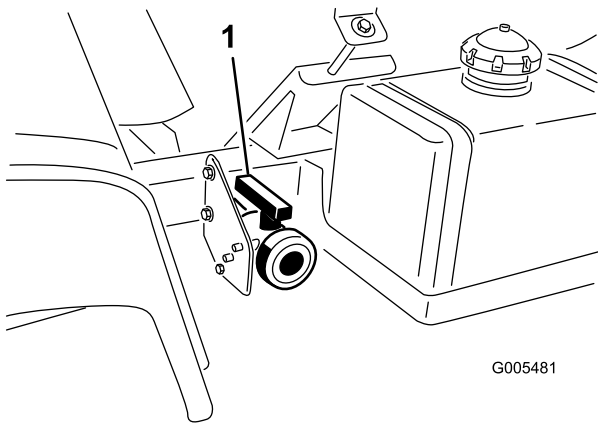

Figura 25
2. Localize a válvula de escoamento do depósito no lado esquerdo da máquina (Figura 25). Esta válvula situa-se na estrutura à frente do depósito de combustível.